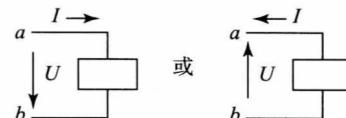

图 1-1-20 电源与负载的判别
###### ① 如果 $U$ 、 $I$ 的参考方向关联（图 1-1-20）。